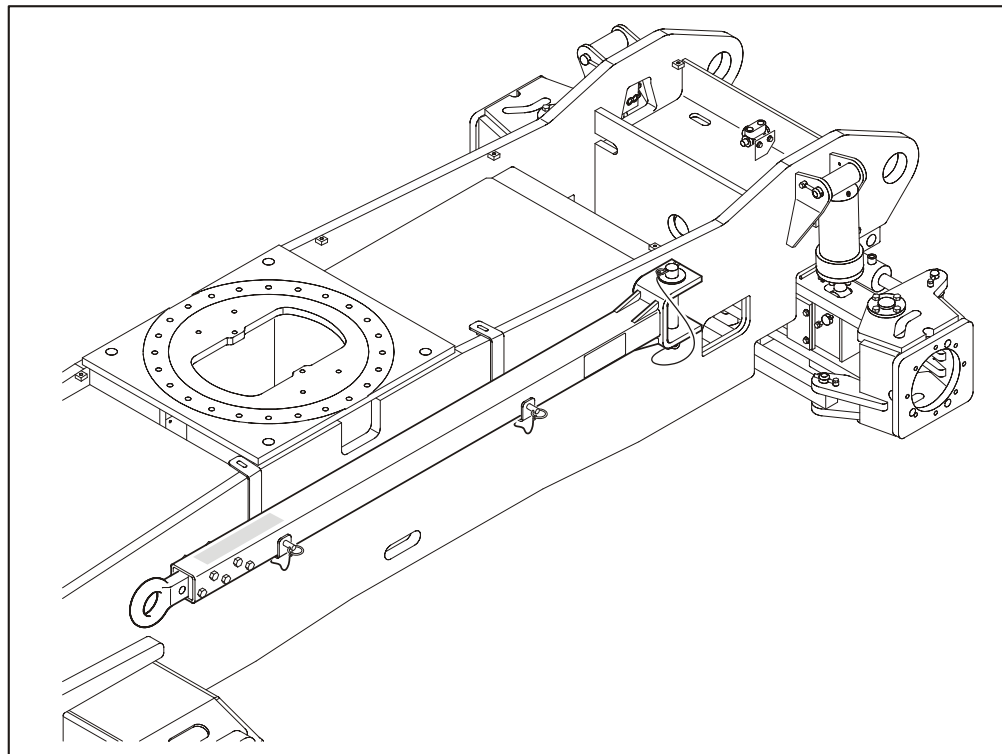

图4-6. 牵引杆
3. 从牵引车辆上断开牵引杆并按图 4-6. 所示将它置于收藏位置。设备现在处于行驶模式。